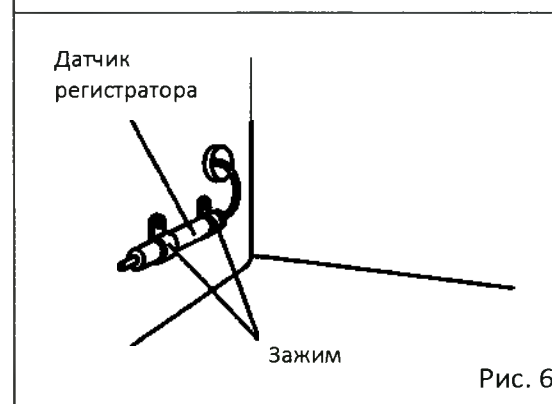

Рис. 6
- Сделайте разрез в крышках порта доступа для проведения проводящего провода, как показано на Рис. 6.